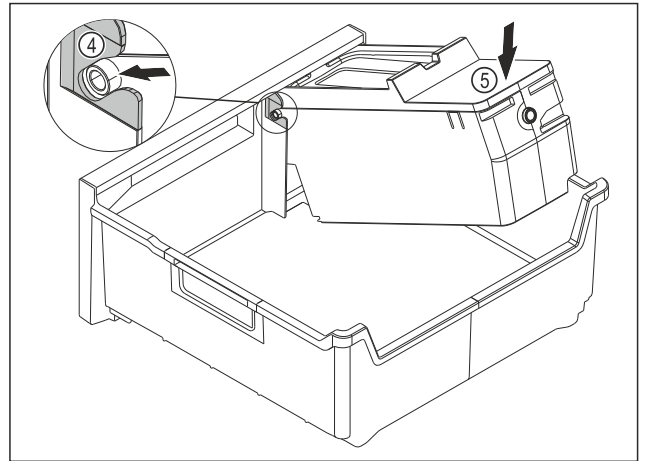

Fig. 114
- ▶ EasyTwist-Ice-Korpus montieren: Achsen des EasyTwist-Ice-Korpus in die Führungen Fig. 114 (4) einschieben.
- ▶ EasyTwist-Ice-Korpus Fig. 114 (5) hinten nach unten drücken.